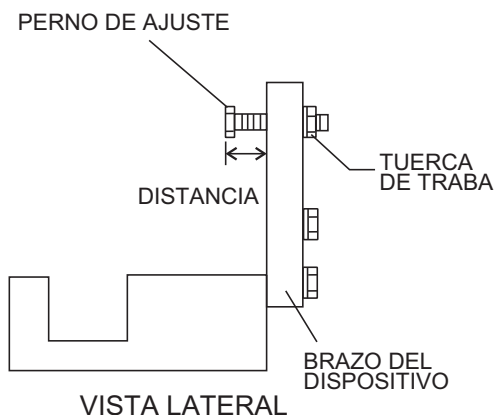

Figura 44. Vista lateral de la herramienta de ajuste del brazo de la alisadora
La Figura 44 muestra el dispositivo de ajuste con un brazo de alisadora introducido. A medida que cada brazo de alisadora se traba en el dispositivo, el perno de brazo se ajusta al punto en que hace contacto con un tope en el dispositivo. Esto ajustará de modo uniforme todos los brazos de la alisadora, manteniendo el acabado tan plano e inclinado uniformemente como sea posible.
5. Ajuste la “distancia” del perno mostrado en la Figura 44 para corresponder con uno de los brazos. Los demás brazos se ajustarán para corresponder con esta distancia.